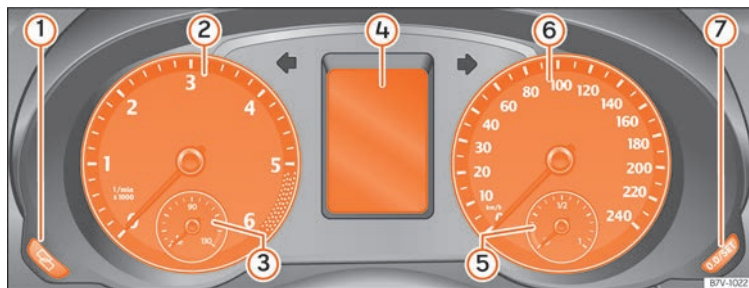

Fig. 120 Cuadro de instrumentos en el tablero de instrumentos.
»» **fig. 120:**
① Botón de ajuste de la hora¹⁾.
- Para proseguir con el ajuste, pulse la tecla **0.0 / SET** »» **fig. 120 ⑦**. Para que los números se sucedan con rapidez, mantenga la tecla pulsada.
② Cuentarrevoluciones (del motor en marcha, en miles de vueltas por minuto).
El cuentarrevoluciones le ofrece, conjuntamente con la indicación de las marchas, la posibilidad de utilizar el motor de su vehículo en un régimen de revoluciones adecuado. El principio de la zona roja »» **fig. 120** indica el régimen máximo de
En la pantalla del cuadro de instrumentos »»» **fig. 120** ④ puede visualizarse información diversa, en función del equipamiento del vehículo: